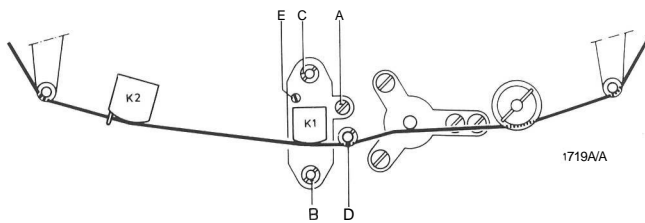

Fig. 6
A. EINSTELLUNG DES AUFNAHME/WIEDERGABE- UND LOCHSKOPFES (Fig. 6)
- . Die Lehre in das Gerät bringen, wie in Fig. 6 angegeben ist